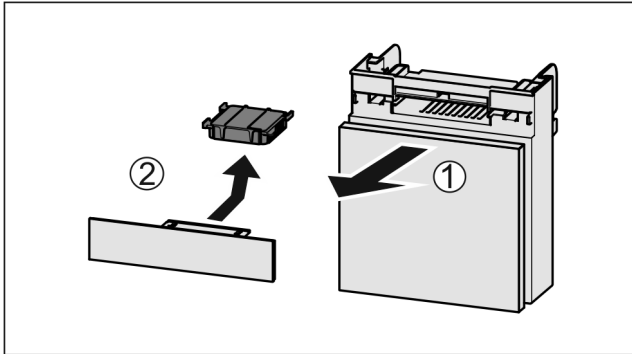

Fig. 170
- ▶ Lade vanaf de voorkant eruit trekken Fig. 170 (1).
- ▶ Actiefkoolfilter verwijderen Fig. 170 (2).